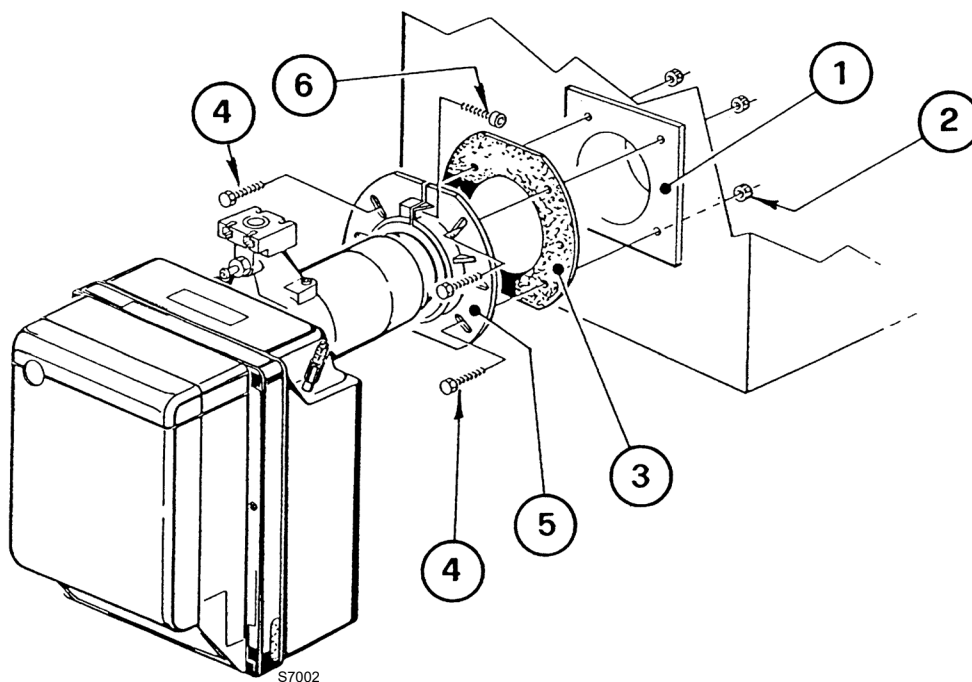

Fig. 11
- Fije la brida 5 en la puerta de caldera 1)(Fig. 11) interponiendo la junta aislante 3) con los cuatro tornillos 4) y (si es necesario) las tuercas 2) sin apretar uno de los dos tornillos superiores 4).